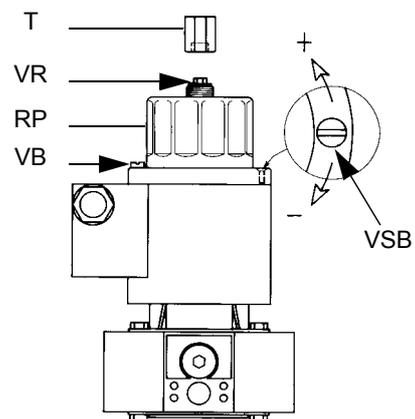

Fig. 36
- Per regolare la valvola svitare la vite VB (Fig. 36) e ruotare il regolatore RP a seconda delle necessità. Svitando la valvola si chiude, avvitando si apre.